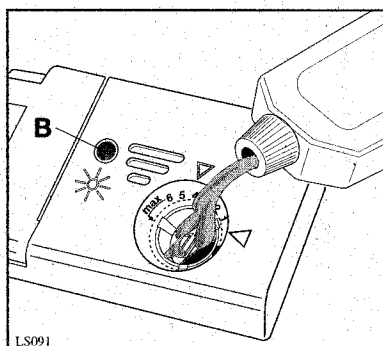

Abb. 5
Füllen Sie Klarspüler nach, wenn sich im Anzeigefenster (B) auf dem Vorratsbehälter (Abb. 5) ein dunkel Punkt umgeben von einem hellen Ring zeigt. Im gefüllten Zustand erscheint das Anzeigefenster (B) (Abb. 5) einheitlich dunkel.